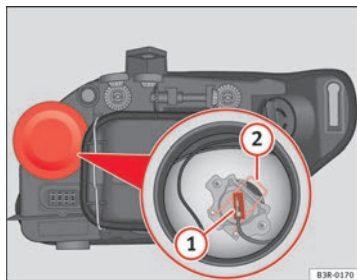

Fig. 209 Luz de carretera
- Extraiga el conector ⇒ fig. 209 **1** de la lámpara.
- Presione el resorte ⇒ fig. 209 **2** hacia dentro y hacia la derecha.